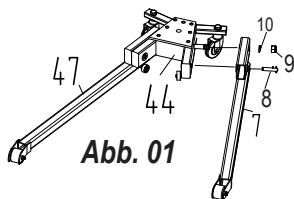

Abb. 01
- Siehe Abbildung 01: Bringen Sie die linke Stütze 7 durch Einführen des Fixierstifts am Untergestell 44 an. Montieren Sie die Unterlegscheibe 10 und die Schraube an der Mutter 9. Führen Sie den Stift 8 in 7 und 44 ein, bis ein Klickgeräusch zu hören ist. Wiederholen Sie dieselben Schritte bei der rechten Stütze 47.